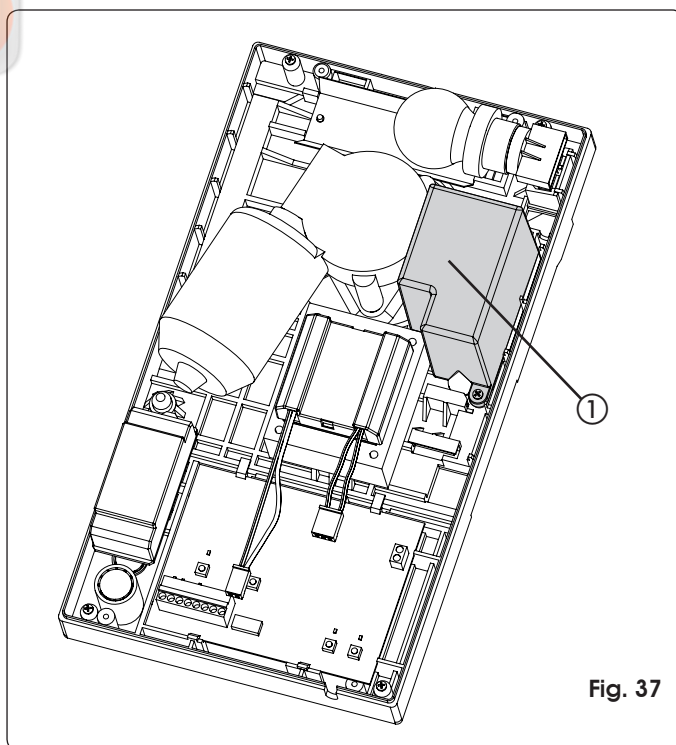

Fig. 37
Le kit des batteries tampon permet d'actionner l'automatisme même en cas de coupure de courant. Elles sont logées à l'intérieur de l'opérateur (Fig. 37 ref. ①) par l'intermédiaire d'une vis fournie. Pour l'installation, consulter les instructions spécifiques.